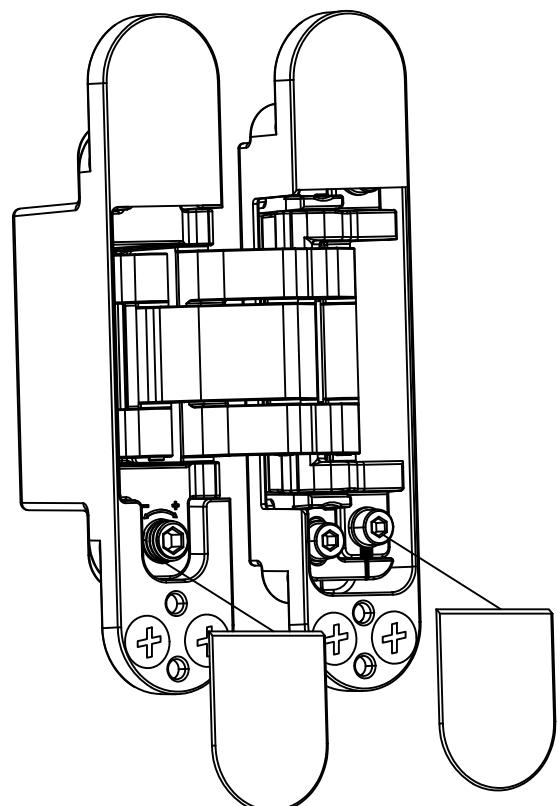

Рис. 8
1. По окончанию регулировки установите на петли декоративные накладки (см. рис. 8).